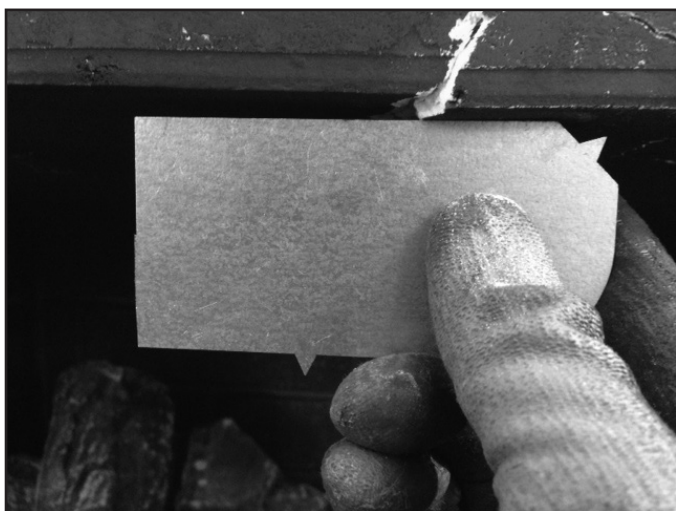

Figure 11.1 La surface plane de la boîte à feu est compromise et doit être remplacée.
- Les fissures compromettent la surface plane de la boîte à feu. Voir la figure 11.1.